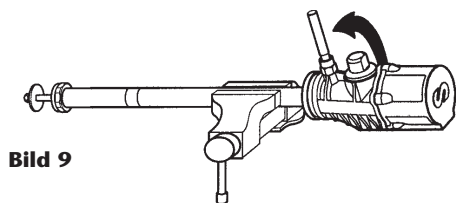

Bild 9
3. Mit Hilfe einer Gewindestange (Bild 9) den Motorkörper vom Saugrohr trennen und ganz abschrauben, so daß die Verbindungsmutter sichtbar ist.